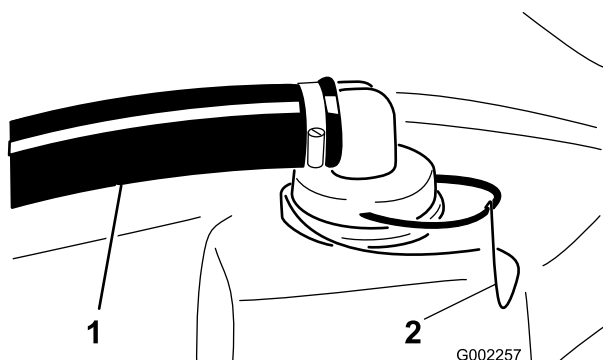

Figure 54
2. Retirez la fixation du raccord rouge monté sur le gros flexible en haut de la cuve (Figure 54).
3. Débranchez le flexible de la cuve (Figure 54).